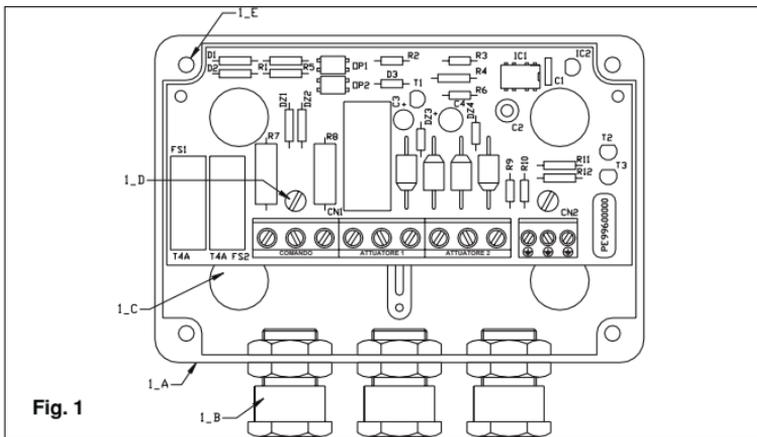

Fig. 1
Le "parti" elettriche sono contenute all'interno di una scatola di derivazione 88x128x58 mm. (fig.1_A) con grado di tenuta IP56. Insieme alla scatola vengono forniti 3 pressacavi con relativi dadi (fig.1_B) e 4 tappi di tenuta per eventuali viti di fissaggio (fig.1_C).
Prima di effettuare il cablaggio della centralina, è possibile fissare la centralina su una superficie di sostegno, attraverso 4 viti (fig.1_C) nel seguente modo:
- 1- togliere il coperchio allentando le 4 viti (fig.1_E).
- 2- togliere la scheda elettronica allentando le 2 viti di fissaggio (fig.1_D);
- 3- forare la scatola (fig.1_C) e la superficie di sostegno;